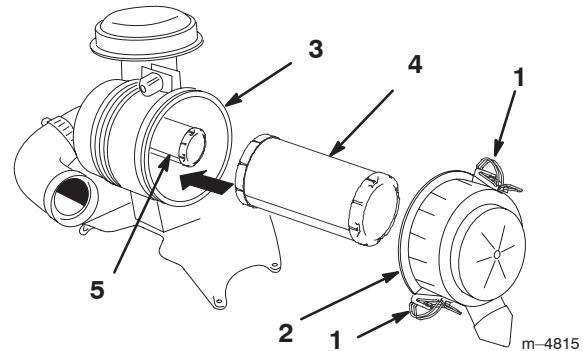

Figure 38
3. Ouvrez les dispositifs de verrouillage du filtre et ôtez le couvercle du corps du filtre (Fig. 38).
5. Sortez l'élément primaire du corps du filtre avec précaution (Fig. 38). Évitez de cogner l'élément à l'intérieur du corps.
2. Si vous remplacez l'élément de sécurité, insérez-le avec précaution dans le corps du filtre (Fig. 38).
3. Installez ensuite l'élément primaire sur l'élément de sécurité avec les mêmes précautions (Fig. 38). Assurez-vous qu'il est bien engagé en appuyant sur le rebord extérieur lorsque vous l'installez.
4. Reposez le couvercle, le côté portant l'inscription UP étant tourné vers le haut, et enclenchez les fixations (Fig. 38).